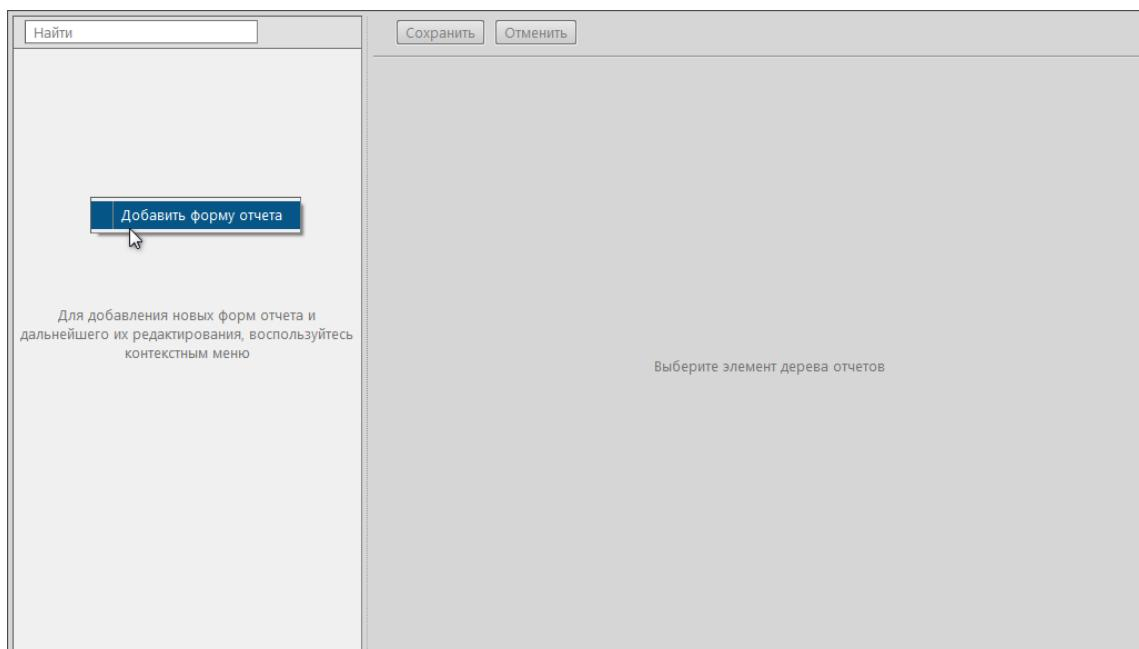

Рисунок 131 - Добавление формы отчета
1. Нажмите *ПКМ* по левому фрейму меню **Отчеты** и выберите **Добавить форму отчета** (Рисунок 131). Появится «Форма отчета N», где N – порядковый номер отчета.